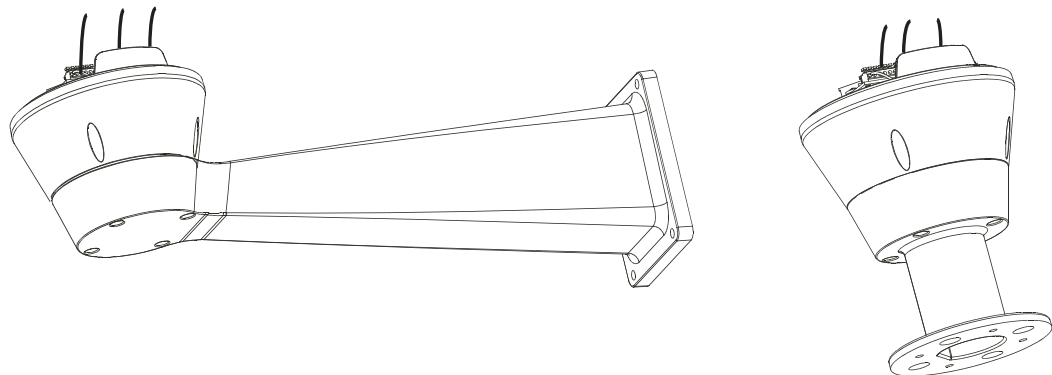

Bild 4.4 Vorbereitung der Kabel für den Anschluss
1. Kürzen Sie die Kabel auf etwa 152,4 mm Länge (siehe *Bild 4.4*). Das Erdungskabel muss etwa 10 mm länger als die Stromversorgungskabel sein, um eine Kontaktunterbrechung zu vermeiden.